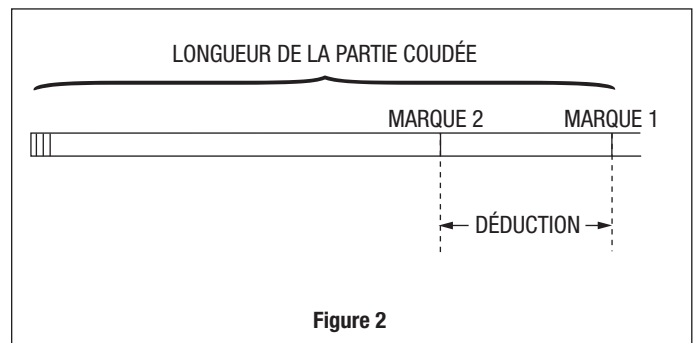

Figure 2
3. Mesurer et marquer la longueur de l'extrémité coudée sur le tube. Voici la marque 1. Soustraire la déduction du tube et marquer le tube. Voici la marque 2, ou la marque de cintrage. Consulter la Figure 2.